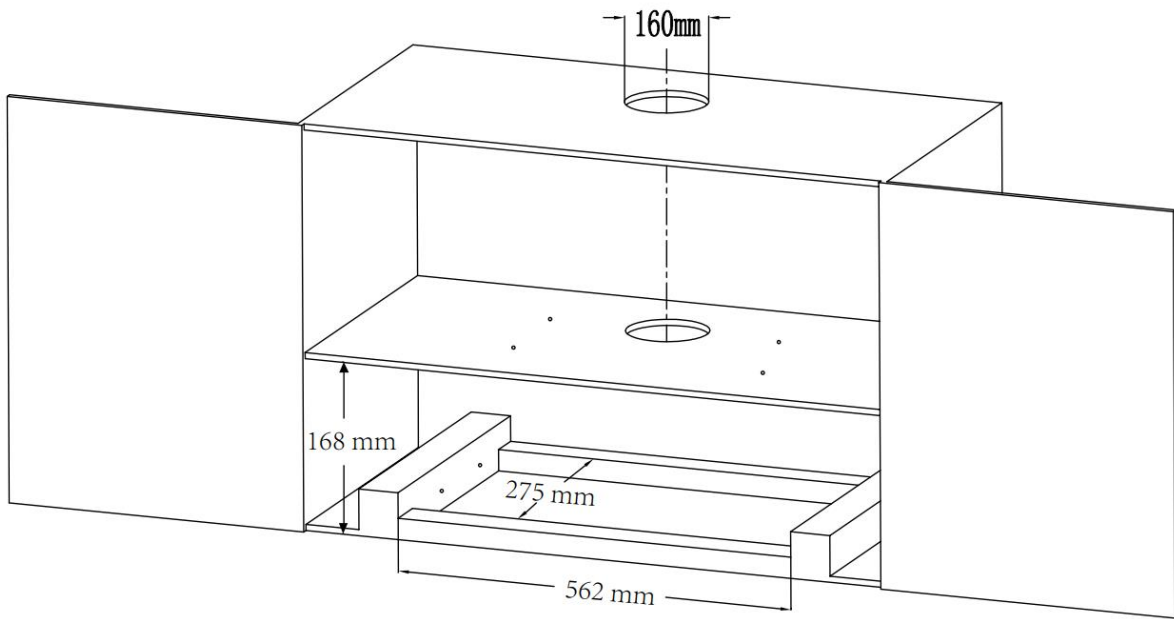

Рис. 2 Схема сборки для шкафа более 60 см
2. Просверлите в шкафу одно прямоугольное отверстие (См. Рисунок 2.)